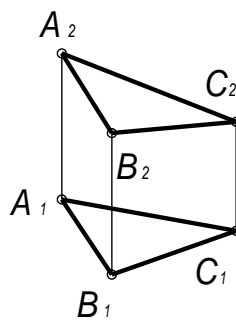

Рис. 5
- 5) любой плоской фигурой (рис.5).